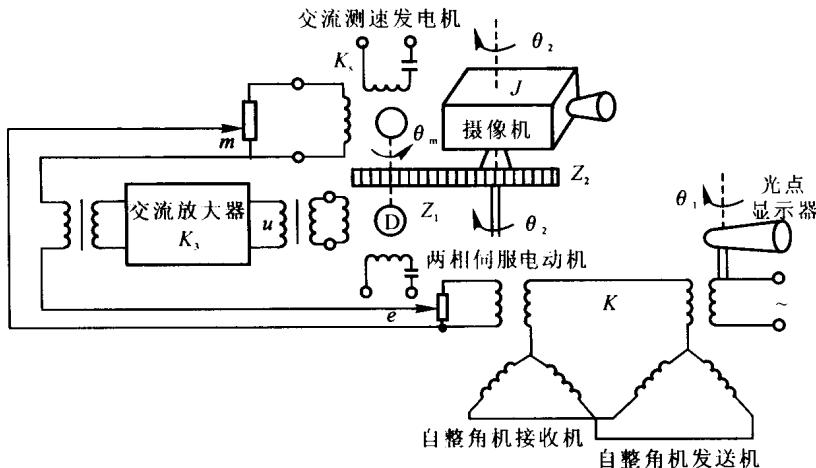

图 1.7 摄像机角位置随动系统原理图
(2) 控制装置各组成部分及其作用如下:手柄是给定元件,给出表征工作台希望位置的转角信号 φ_1 。齿条齿轮传动机构完成测量元件的功能。由控制电位器、反馈电位器组成的电桥电路完成 φ_1 和 φ_2 (表征工作台实际位置) 的比较,给出偏差电压 Δu 。放大器是放大元件。电磁阀、作动筒组成执行机构,推动工作台移动。
4. 摄像机角位置自动跟踪系统如图 1.7 所示。当光点显示器对准某个方向时,摄像机会自动跟踪并对准这个方向。试分析系统的工作原理,指出被控对象、被控量和给定量,画出系统框图。